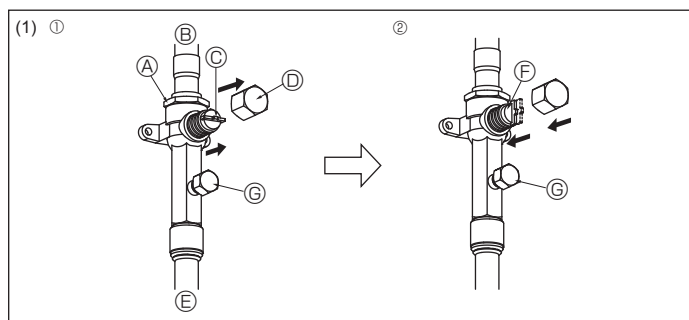

Fig. 4-12
- Si la pression diminue à l'étape (2) ou (3), il y a une fuite de gaz. Rechercher l'origine de la fuite de gaz.
- Côté gaz (Fig. 4-12)